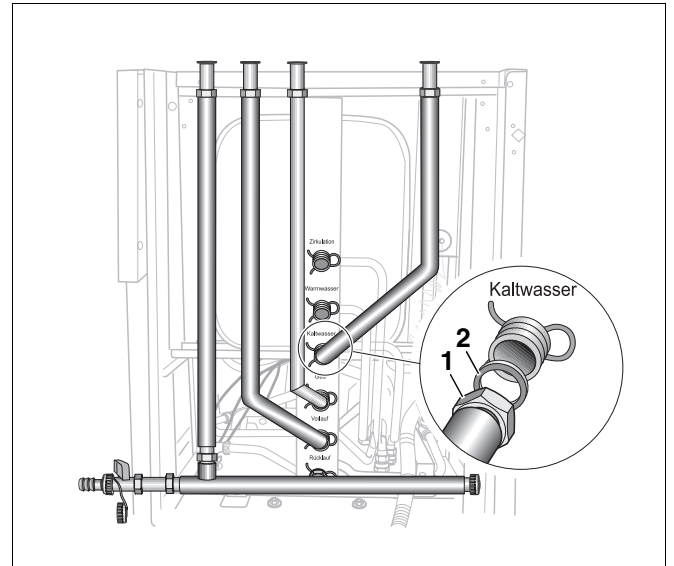

Abb. 13 Anschlussrohr EK anschließen
- Anschlussrohr EK (Abb. 13, **Pos. 1**) mit eingelegter Dichtung (Abb. 13, **Pos. 2**) an den Anschluss „Kaltwasser“ des Heizkessels anschließen und mit einem Schraubenschlüssel SW 30 festziehen.